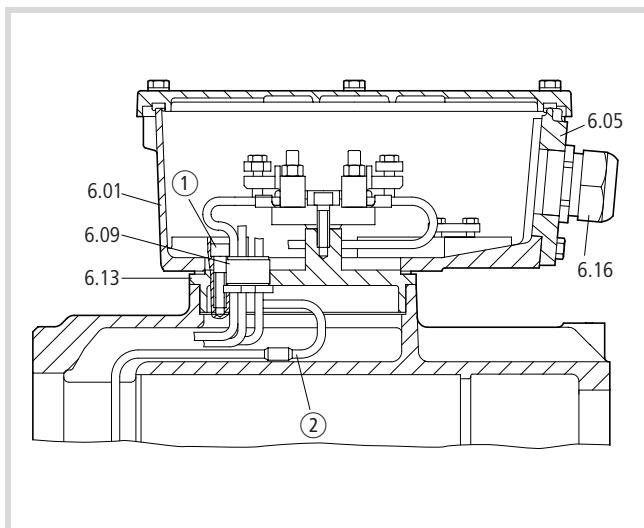

Figure 14 : Démontage de la boîte à bornes de la plaque de passage
- Dévissez les vis de fixation ① (→ fig. 14).
Pour déconnecter le bobinage du stator sur les moteurs avec passages de conducteurs noyés, procédez comme suit (→ fig. 14) :